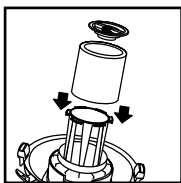

FIGURA 17
25. Con la cubierta del depósito en posición invertida, deslice el manguito de espuma hacia abajo sobre el alojamiento de la tapa tirando hasta que el manguito de espuma cubra por completo el alojamiento de la tapa. **FIGURA 17.**